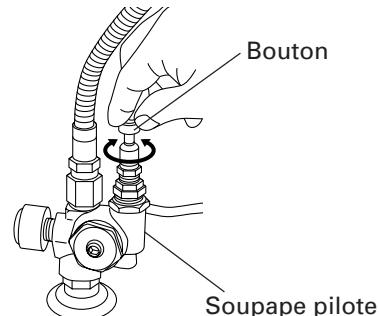

Fig. 5
- (1) Lire les avertissements de sécurité avant de mettre le compresseur en marche.
- (2) Vérifier que le commutateur de moteur/pression est sur la position "OFF".
- (3) Brancher le cordon d'alimentation dans une prise avec mise à la terre.
- (4) Mettre le commutateur de moteur/pression sur la position "AUTO".
**Commande double :** Repérer le bouton de réglage sur le dessus de la soupape pilote. (Fig. 5)